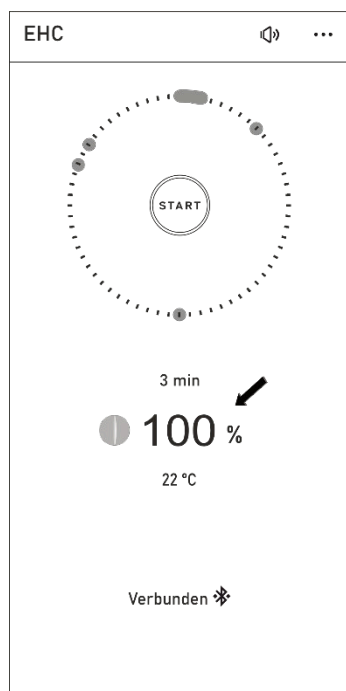

Abb. 4 – Luft vollständig geöffnet
- Wenn die optimale Temperatur erreicht ist, wechselt die Farbe der LED und auch in der APP von GELB auf GRÜN (dies ist jedoch kein Muss, siehe **FAQ** auf Seite 8). Bei höheren Temperaturen beginnt die EHC-Steuerung, die Luftzufuhr selbst zu regeln – Abb. 4 und 5. Die Flammen erlöschen allmählich und die Holzscheite brennen glühend aus.
- Die EHC-Steuerung öffnet zunächst den Luftregler vollständig – Abbildung 4 – und die nachgelegten Holzscheite entflammen.